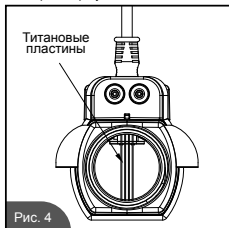

Рис. 4
- Отсоедините переходник от выходного патрубка хлоратора. Осмотрите внутреннюю часть электролизера на предмет обнаружения осадка и отложения – следы окисленных хлопьев – на титановых пластинах. Если отложений нет, установите на место переходник и соединительный шланг. (См. Рис.4)